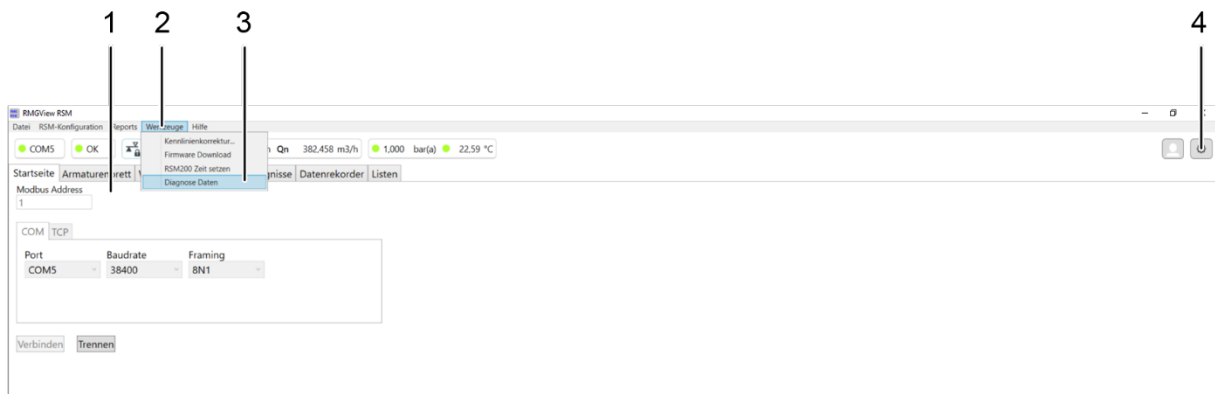

Abbildung 29: Startbildschirm RMGView^{RSM}
1. Öffnen Sie den Startbildschirm des RMGView^{RSM} (Abbildung 29, Pos.1) wie in Abschnitt 6.5.1 beschrieben.
2. Wählen Sie den Reiter **Werkzeuge** (Abbildung 29, Pos. 2) aus. Es öffnet sich ein Auswahlmnü.
3. Wählen Sie **Diagnose Daten** (Abbildung 29, Pos. 3) aus, es öffnet sich das zugehörige Fenster.
Die Anzahl der Maintenance-Datensätze kann verändert werden, indem die Schaltfläche **Einstellungen** (Abbildung 29, Pos. 4) betätigt wird. Es öffnet sich das zugehörige Fenster (vgl. Abbildung 31).
Aus der Startanzeige – Mitte der *Abbildung 29: Einstellungen und Bedienung der Anzeige* kommt man mit den Bedientasten in die anderen Anzeigemenüs.